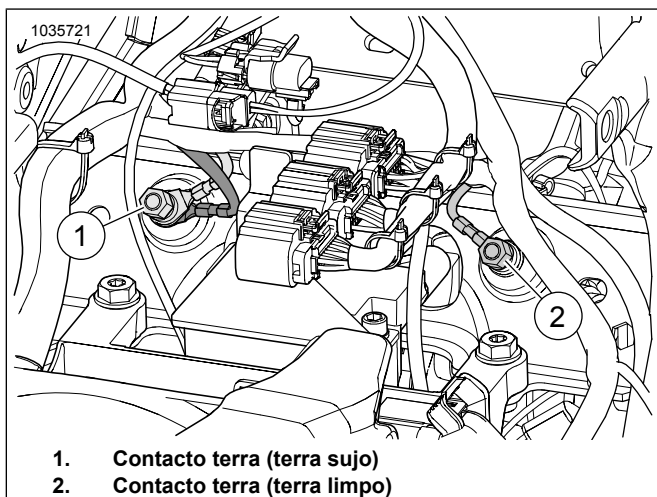

Figura 15. Localizações do contacto terra da caixa da bateria
Ver Figura 15. Encaminhe e conecte o fio terra do ATM ao contacto terra **limpo** (2). Aperte com um binário de: